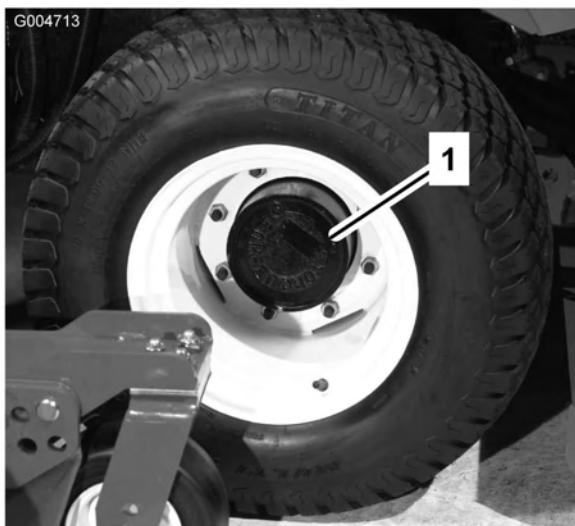

Figura 57
- Coloque a máquina numa superfície nivelada e posicione a roda de forma a colocar o tampão (Figura 57) de verificação/escoamento na sua posição mais baixa.